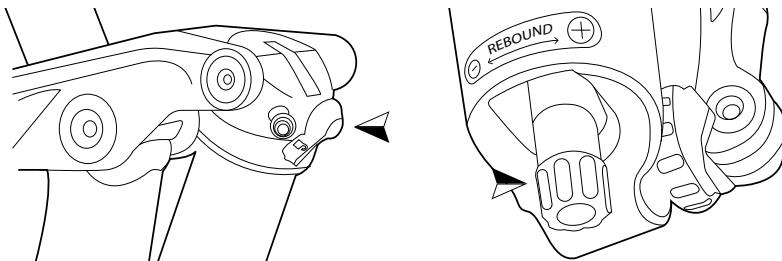

Afbeelding 23. Werking van de ventieldop
- Schroef de ventieldop los om bij het ventiel van de schokdemper te kunnen. Hier kan je de luchtdruk aanpassen (zie Afbeelding 23).